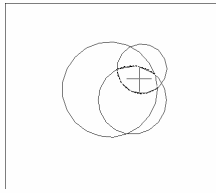

图 15-13 选取三圆相交的内部一点
(3) AutoCAD 2004 切换到绘图窗口后,单击 3 个圆相交的内部的一个点,如图 15-13 所示。然后回车结束边界创建。